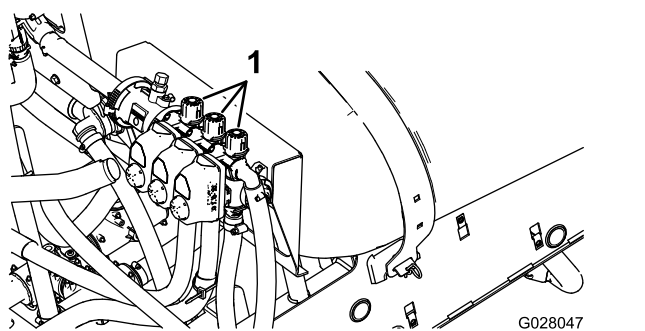

図 21
2. 左ブームをOFF にし、ブームバイパスノブ 図 21 を使って、先ほどと同じ水圧一般的には 2.75Bar = 2.8kg/cm² = 40psi に調整する。
4. 右ブームバイパスノブ 図 21 を使って、先ほどと同じ水圧一般的には 2.75Bar = 2.8kg/cm² = 40psi に調整する。
6. 中央ブームバイパスノブ 図 21 を使って、先ほどと同じ水圧一般的には 2.75Bar = 2.8kg/cm² = 40psi に調整する。